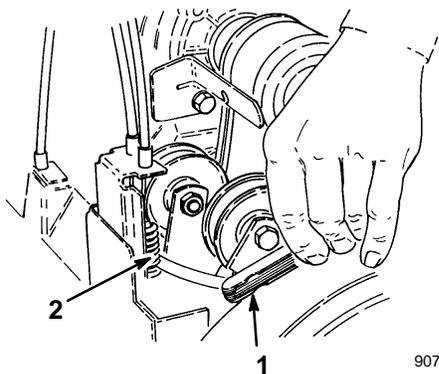

Abbildung 24
4. Den Hebel gedrückt halten und eine 0,25 mm (0.010") Fühlerlehre zwischen eine Windung in der Mitte der Feder stecken (Abb. 24).